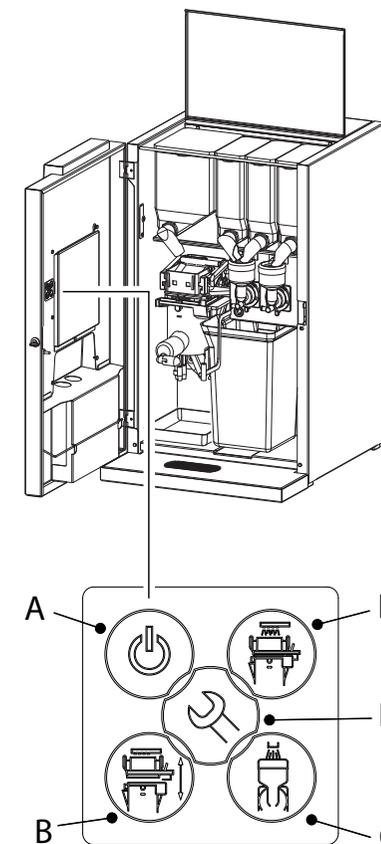

Fig. 23
- Het bedieningspaneel aan de binnenzijde (fig. 23) van de deur is o.a. bedoeld voor de operator om toegang te krijgen tot het operatormenu en service menu (alleen via PIN-code).